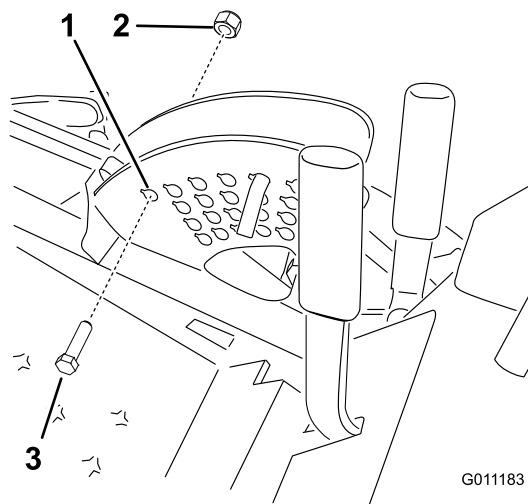

Figura 30
3. Baje la carcasa de corte e instale un perno (1/2" x 2-1/2") y una tuerca (1/2") en el taladro de altura de corte de 152 mm (Figura 30). Esto evita daños a la polea doble al elevar la carcasa de corte.